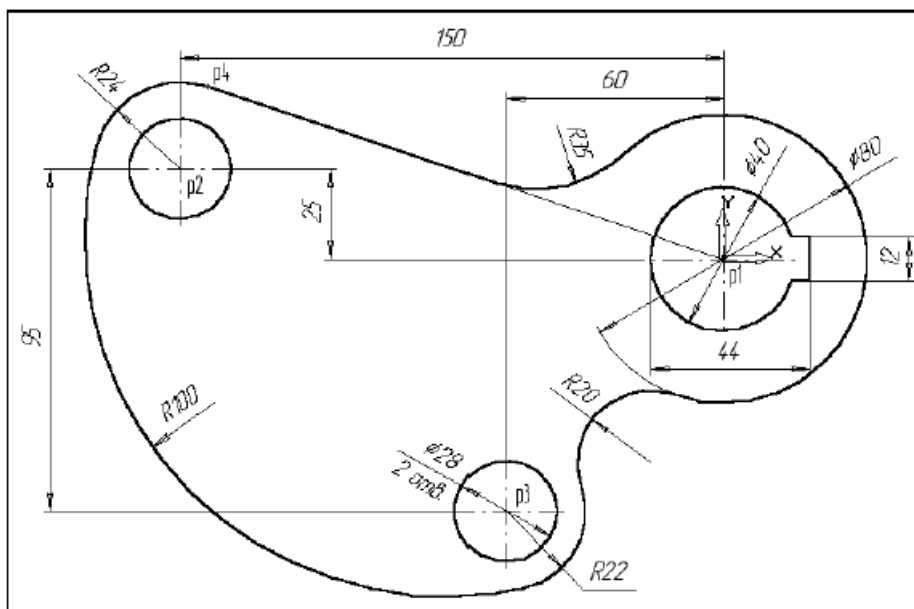

Рис. 3.14
31. Используя чертеж детали на рис. 3.14 в качестве образца, проставьте все необходимые размеры.